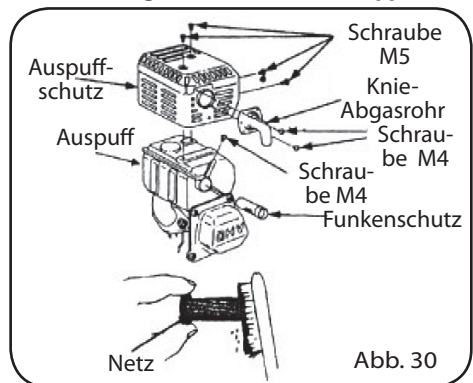

Abb. 30
- Die zwei Muttern M4 lösen und das Knie-Abgasrohr vom Motorkörper abnehmen (Abb. 30).